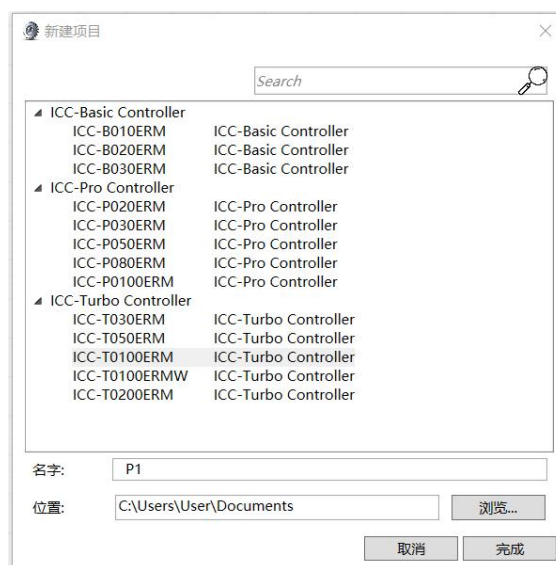

图 1-5 新建控制器对话框
1. 打开 ICS Studio 软件,单击文件->新建 或  创建新项目。这时出现 新建项目 页面,在此选择控制器的类型和填入项目名称及项目文件存储路径。如图 1-5 所示。